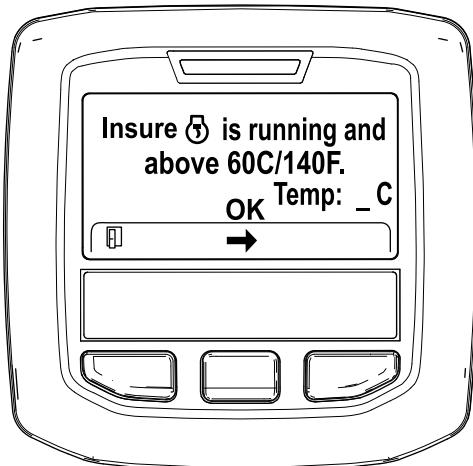

Figure 45
5. Si la température du liquide de refroidissement est inférieure à 60 °C (140 °F) le message « *Insure ⚡ is running and above 60C/140F* » (vérifier que *** fonctionne et est supérieure à 60 °C/140 °F) s'affiche (Figure 45).